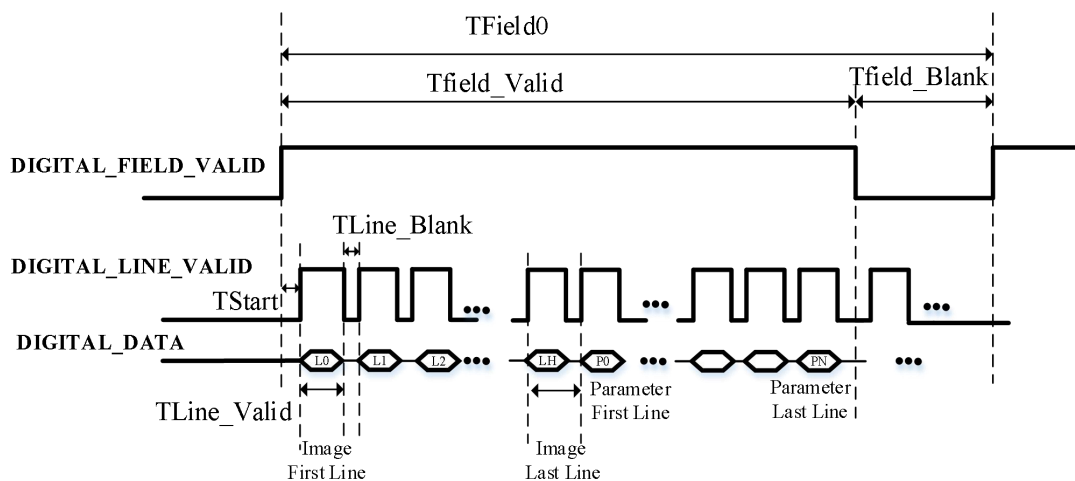
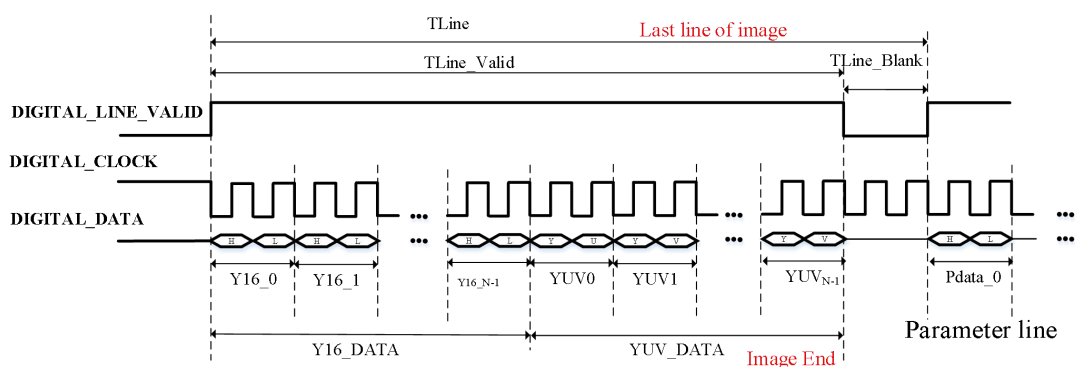
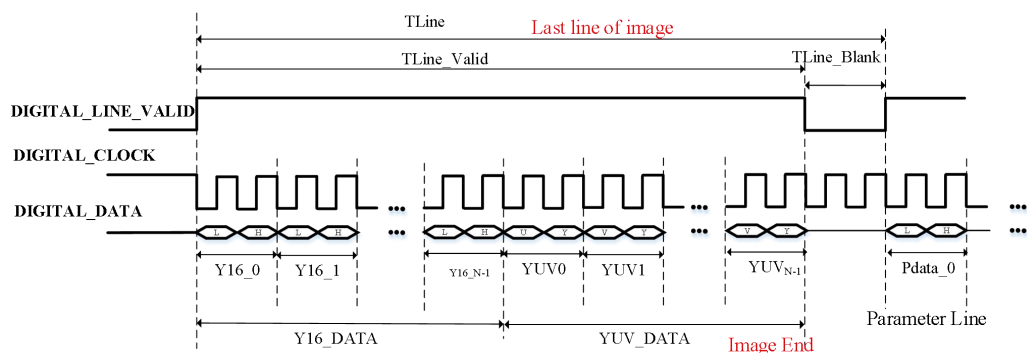

图 16 YUV422+RAW16+参数行时序图
图 17 YUV422+RAW16 (MSB)+参数行与数据时序图
图 18 YUV422+RAW16 (LSB)+参数行与数据时序图
d) 数据源为RAW16+参数行+YUV422的时序关系图时序如图 16 图 17 图 18 所示(CMOS8):